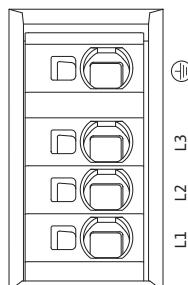

Fig. 33: Effektklemmer (nettillslutningsklemmer)
- Effektklemmer (nettillslutningsklemmer) (Fig. 33)